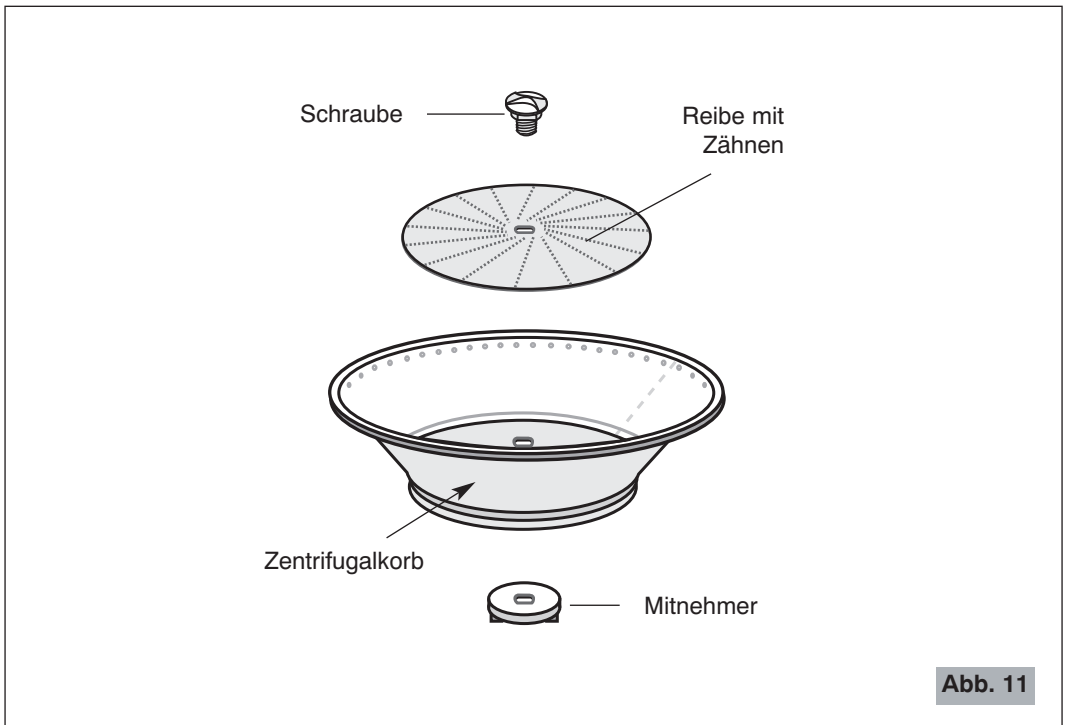

Abb. 11
- **Zur periodischen Reinigung** können die Korbteile entfernt werden, indem der Mitnehmer abgeschraubt wird (Abb. 11).
- In umgekehrter Reihenfolge wieder zusammenbauen (Abb. 11) und dabei auf die richtige Befestigung achten.